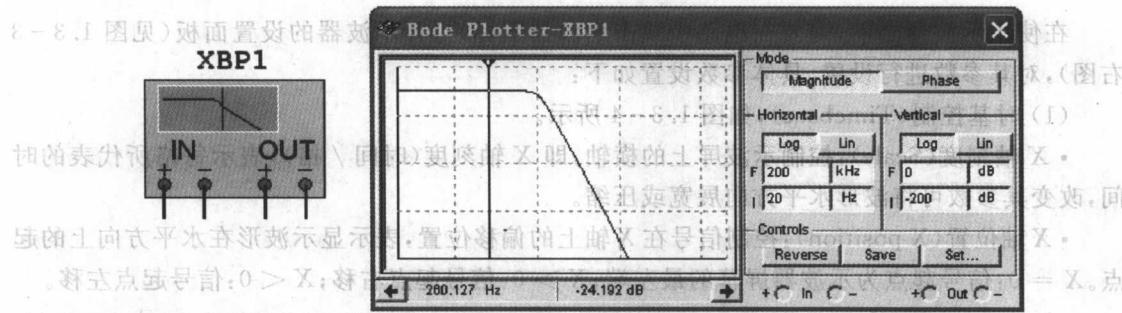

图 1.3-7 波特图仪图标及面板
波特图仪(Bode Plotter)又称频率特性仪或扫频仪, 用于测量电路的幅频特性与相频特性。如图 1.3-7(左)所示为波特图仪图标, 其有 IN 和 OUT 两对端口, 其中 IN 端口的“+”和“-”分别接被测电路输入端的正端和负端; OUT 端口的“+”和“-”分别接电路输出端的正端和负端。使用波特图仪时, 必须在电路输入端接入交流信号源。
双击波特图仪图标, 出现如图 1.3-7(右)所示的波特图仪面板, 包括以下内容:
(3) 读数指针: 为了准确测量特性曲线上任意点的频率、增益或者相位差, 可用鼠标拖动读数指针(位于波特图仪中的垂直光标), 如图 1.3-7(中)所示, 此时读数指针在 260.127Hz 处, 其纵轴增益为 -24.192dB。